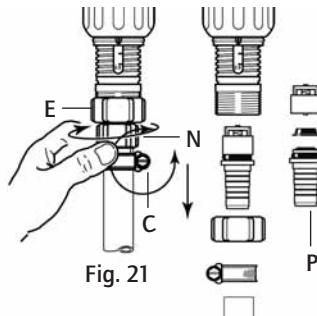

Fig. 21
- Per il tubo di aspirazione Ø 20 (opzione V), svitare con un cacciavite, il collare (Fig. 21-C) montato nel tubo di aspirazione.